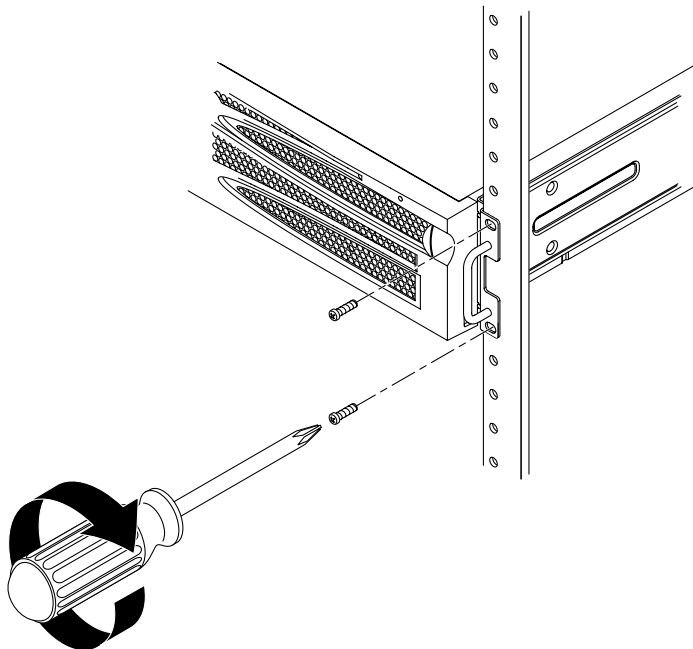

FIGURE 3-4 Fixation de l'avant du serveur à l'armoire
7. À l'aide de deux vis par côté, fixez l'avant des supports de montage vissés de part et d'autre du serveur à l'avant de l'armoire (FIGURE 3-4).